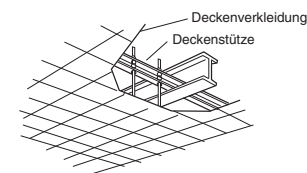

Abb. 3-4
- Die bereits vorhandenen Deckenstützen verwenden bzw. eine geeignete Stütze herstellen, wie in Abb. 3-4 gezeigt.